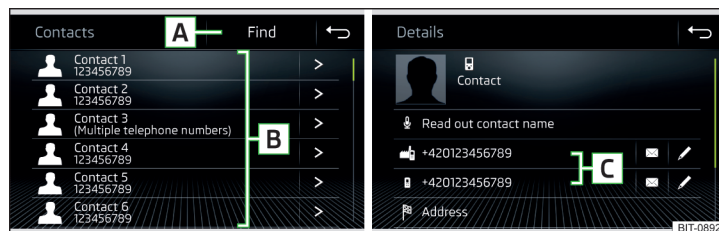

Abb. 194 Liste der Telefonkontakte / Kontaktdetails
- › Im Hauptmenü *Telefon* die Funktionsfläche  antippen, es wird eine Liste der Telefonkontakte angezeigt » Abb. 194.